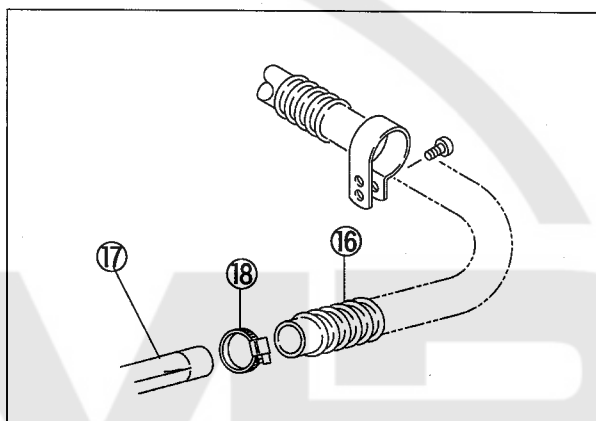

図5
- (7) ホース⑯を吸込管の排気側⑰に差し込み、ホースバンド⑱で固定する。(図5 参照)